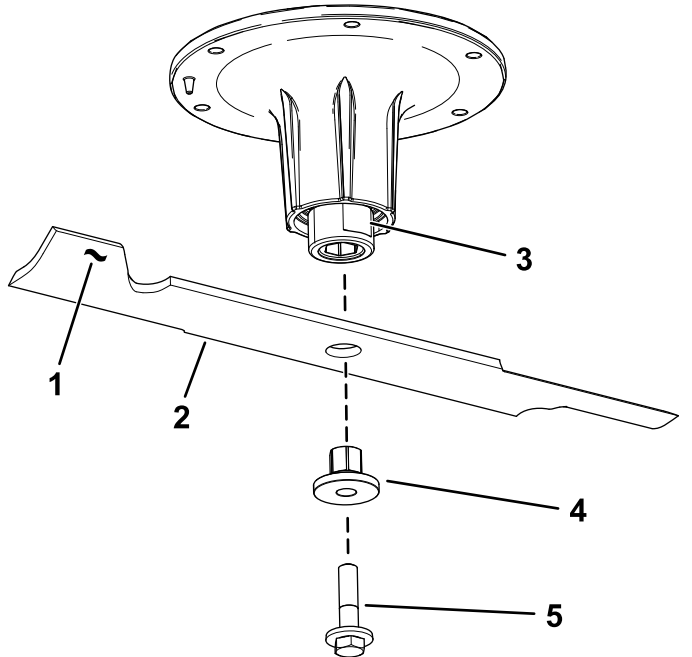

Figura 99
2. Retire el perno de la cuchilla, el buje y la cuchilla del eje (Figura 99).